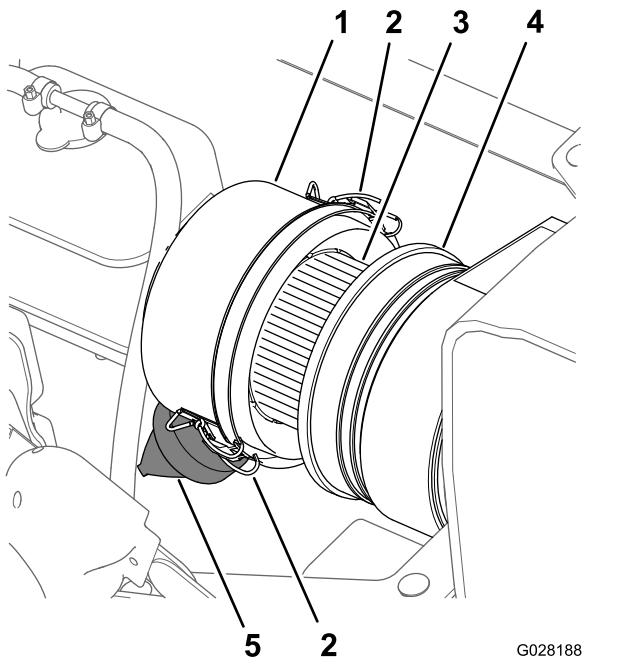
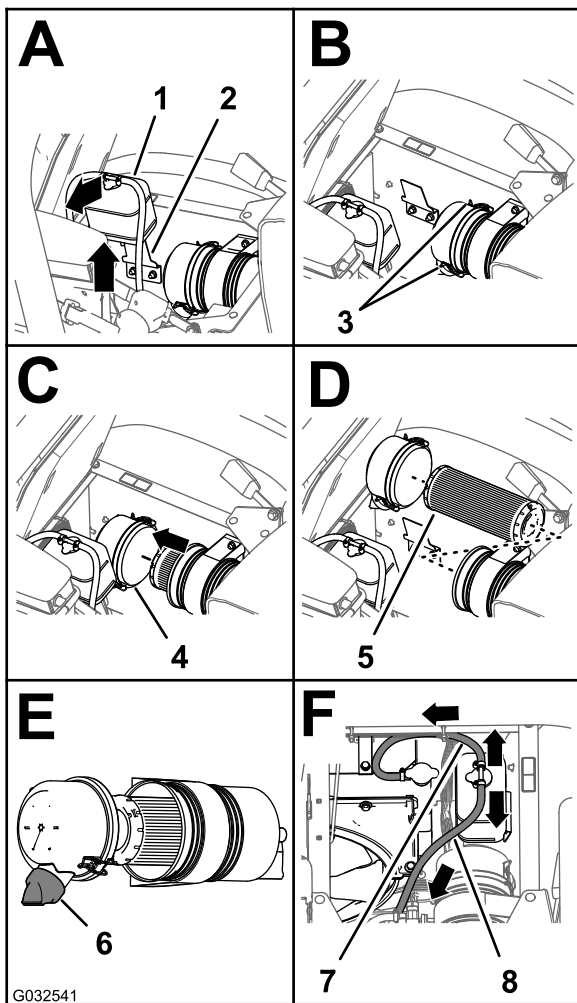

Figure 66
Figure 67
3. Nettoyez le capuchon antipoussière et le boîtier du filtre à air (Figure 66).
4. Recherchez sur le boîtier du filtre à air des dommages susceptibles d'occasionner des fuites d'air (Figure 66).
5. Pressez la valve à poussière pour éliminer les saletés, la poussière et les débris (Figure 66).
7. Vérifiez que l'élément du filtre à air ne présente pas de dépôts excessifs de poussière, saleté ou débris (Figure 66).
8. Reposez le capuchon antipoussière sur le boîtier du filtre à air et fixez-le en place avec les 2 attaches (Figure 66).
2. Nettoyez le capuchon antipoussière et le boîtier du filtre à air (Figure 66).
3. Soulevez le réservoir de trop-plein de liquide de refroidissement pour le déposer de son support (Figure 67).
- Desserrez les 2 attaches qui fixent le capuchon antipoussière sur le boîtier du filtre à air (Figure 67).
- Nettoyez l'intérieur du capuchon antipoussière, du boîtier du filtre à air et de la valve à poussière avec un chiffon humide (Figure 66 et Figure 67).
- Insérez l'élément filtrant neuf dans le boîtier du filtre à air (Figure 67).
- Reposez le couvercle sur le boîtier du filtre à air et fixez-le en place avec les 2 attaches (Figure 67).
Remarque: Vérifiez que la valve à poussière s'aligne bien entre les positions 5 et 7 heures vu de l'extrémité (Figure 67).
- Placez le réservoir de trop-plein du liquide de refroidissement en face de son support et fixez solidement le réservoir (Figure 67).
Important: Vérifiez que le flexible de décharge de pression est dirigé vers l'avant et le bas et que le flexible d'évent du réservoir est dirigé vers l'arrière, comme montré à la Figure 67.